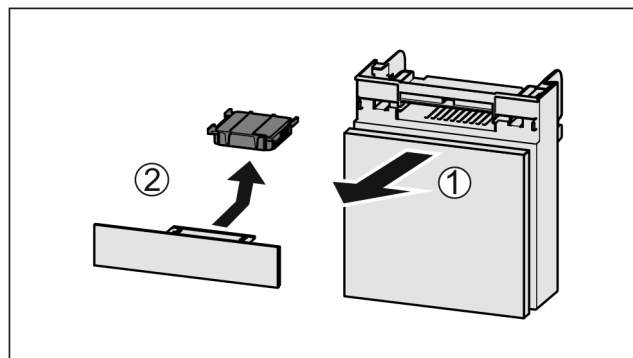

Fig. 187
- Estrarre il vano tirando in avanti Fig. 187 (1).
- Rimuovere il filtro a carboni attivi Fig. 187 (2).